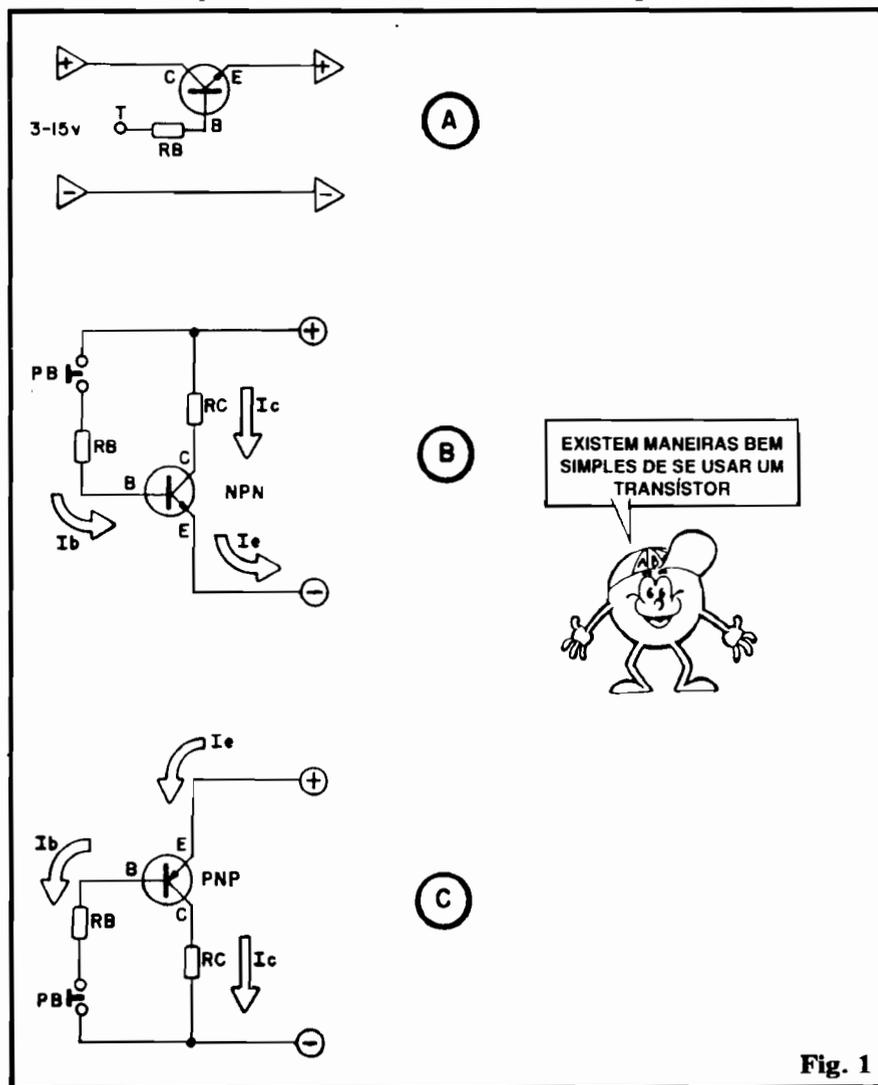

Fig. 1
- FIG. 1-A - Utilizando diretamente (e "cruamente") as propriedades fundamentais de um TRANSÍSTOR BIPOLAR (daqui pra frente chamado sempre apenas de transistor...) que "dizem": uma
- **FIG. 1-B** - Redesenhando o arranjo mostrado em 1-A, podemos intercalar um interruptor de pressão (**push-button** PB) entre o resistor de **base** (R_b) e a linha da conveniente polarização (positivo da alimentação) e, ao mesmo tempo, aplicar como "carga" de **coletor** do transistor um resistor (R_c), sobre o qual se desenvolverá a corrente considerada "de Saída" do sistema. Tornando a lembrar que o componente do exemplo é de polaridade NPN, temos que a corrente de **base** (I_b) é função da tensão geral de alimentação e do próprio valor ôhmico de R_b (ver a "velha" Lei de Ohm, em ABC nº 1...). Essa corrente, "multiplicada" pelo ganho (**hFE**) do transistor, se manifestará na forma de uma corrente de **coletor** (I_c) muito mais intensa, desenvolvendo-se sobre R_c . Notar ainda que, na configuração exemplificada, a corrente de **emissor** (I_e) nada mais é do que a **soma** das correntes de **base** (I_b) e de **coletor** (I_c), uma vez que o **emissor** é o terminal que promove o "retorno comum" da energia ao "outro polo" da alimentação... Chamamos essa configuração, tecnicamente, de **EMISSOR COMUM** (detalhes mais adiante...). Observar que, se
- **FIG. 1-C** - Num transistor PNP a "coisa" funciona exatamente da mesma maneira, porém, devido às polaridades invertidas dos materiais semicondutores intrínsecos (ver "Aula" anterior...), temos que "re-arrumar" o circuito, ligando o **emissor** agora ao **positivo** da alimentação, o **coletor** - através da "carga" R_c - ao **negativo**, e proporcionar polarização de **base** agora **negativa** (via **push-button** PB e resistor R_b ...). No mais, o funcionamento geral é idêntico ao mostrado pelo arranjo 1-B (com transistor NPN). Também nesse caso, a I_e constitui a **soma** de I_b e I_c , uma vez que é pelo **emissor** que "entra" (sentido convencional da corrente - ver "Aula" nº 3...) a totalidade da corrente manejada pelo transistor e "usada" pela "carga" R_c ...